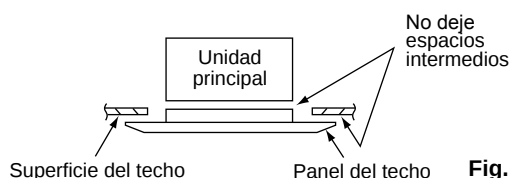

Fig. 9-24
- (4) Compruebe que el panel haya quedado firmemente fijado al techo.
- En este momento, cerciórese de que no haya espacios intermedios entre la unidad y el panel del techo, ni entre el panel del techo y la superficie del techo. (Fig. 9-24)